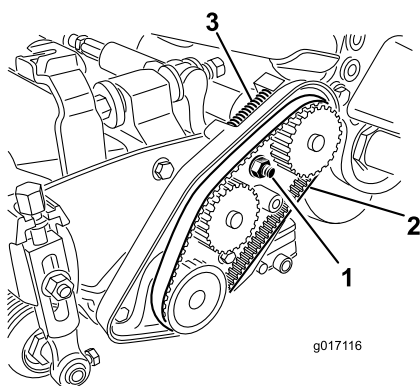

図 42
- A. ベアリングハウジング取り付けナットをゆるめる(図 42)。
- C. ベルトケース内部や圧縮スプリングについているごみをきれいに取り除く(図 42)。